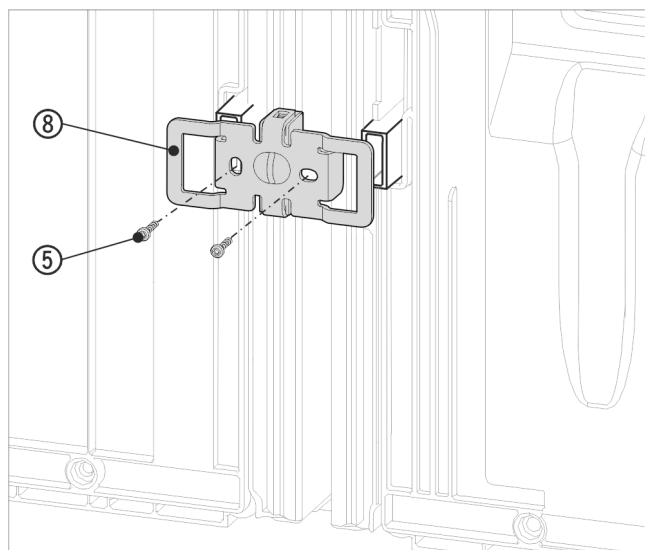

Fig. 19 Voorbeeld
- Hoekstuk Fig. 19 (8) met de uitsparingen boven de opname voor wandafstandshouder schuiven.
- Met 2 schroeven Fig. 19 (5) vastschroeven.